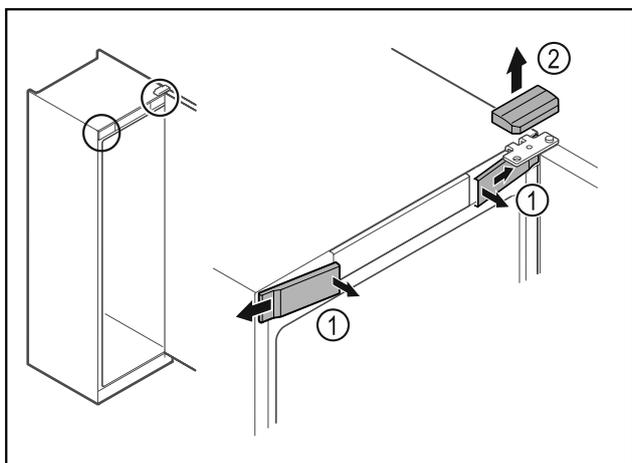

Fig. 8\*
- ▶ Odstítite zvnútra predné kryty Fig. 8 (1) a odoberte ich do strany.\*
- ▶ Odoberte horný kryt Fig. 8 (2) nahor.\*